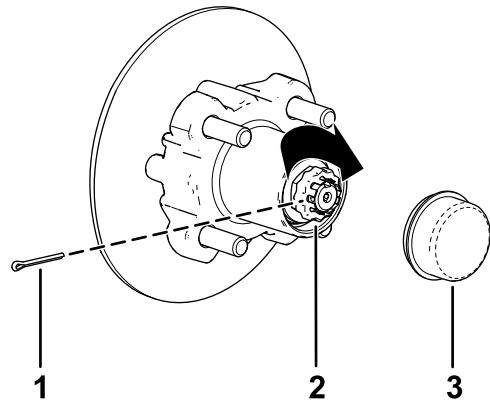

Figure 43
- Placez le frein d'écrou sur l'écrou et vérifiez que la fente du frein d'écrou et le trou dans la fusée sont alignés et permettent d'insérer la goupille fendue (Figure 43).
- Insérez la goupille fendue et repliez chaque jambe autour du frein d'écrou (Figure 43).
- Reposez le couvre-moyeu sur le moyeu (Figure 43).